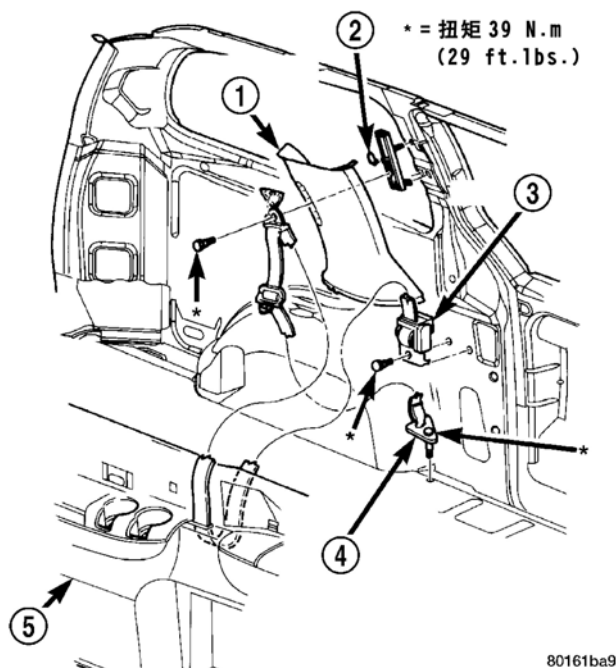

图 3 第一排左外侧座椅安全带—短轴距三门
- (1) 卸下第一排和第二排座椅。参见“用户手册”中的正确程序。
- (2) 卸下肩部安全带高度调整器钮，方法是将其直接拉离调整器。
- (3) 将底板锚定装置罩滑到罩住锚定螺栓。
- (4) 卸下底板锚定螺栓（图3）。
- (5) 从底板卸下锚定装置。
- (6) 从座椅安全带旋转环上打开夹板盖。
- (7) 卸下将旋转环装接到肩部安全带高度调整器的螺栓。
- (8) 从C柱卸下旋转环。
- (9) 卸下B柱上部装饰盖。
- (10) 卸下C柱上部装饰盖。
- (11) 拆卸后侧围下部装饰板。
- (12) 将座椅安全带的带身和旋转环穿过后侧围下部装饰板的检修孔。
- (13) 卸下将座椅安全带卷收器装接到后侧围装饰板的螺栓。
- (14) 向上提升卷收器，并断开将卷收器装接到后侧围装饰板的箭头形固定器（图3）。
- (15) 从车上卸下座椅安全带。